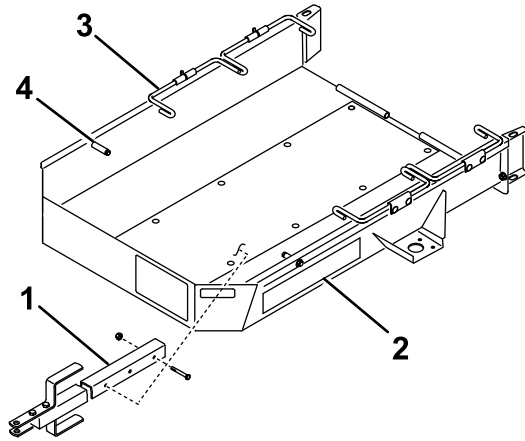

Figure 1
1. Fixez le timon au support sur la face inférieure du plateau de la remorque à l'aide de boulons ($\frac{3}{8}$ " x $2\frac{3}{4}$ ") et 2 contre-écrous (Figure 1).
4. Réglez la commande d'accélérateur au plus bas, puis conduisez la machine **lentement** sur la remorque jusqu'à ce que les roues de transport rencontrent les butées de la remorque (Figure 1).
6. Faites pivoter le premier jeu de tiges de roue vers le bas, derrière les roues de transport (Figure 1).